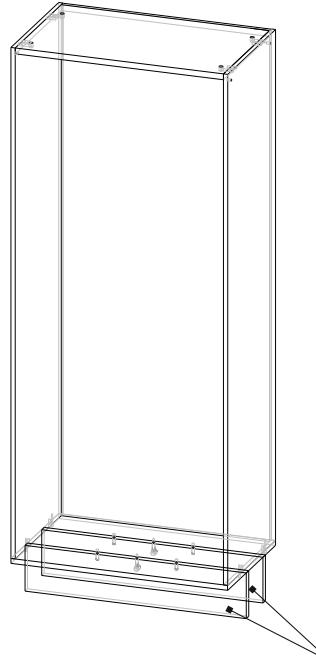

Рис.12
20. Соединить детали 7 с деталью 6, затянуть эксцентрики по часовой стрелке до упора (рис.12);